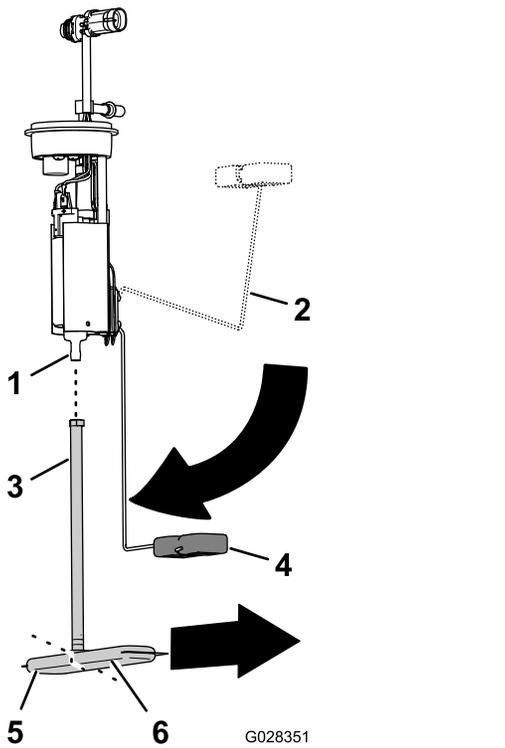

Bild 83
1. Entfernen Sie das Aufnahmerohr des Kraftstofffilters aus dem Anschlussstück der Kraftstoffpumpe (Bild 83).
2. Richten das Aufnahmerohr des neuen Kraftstofffilters am Anschlussstück der Kraftstoffpumpe aus (Bild 83).
3. Richten Sie das lange Teilstück des Kraftstofffilters mit dem Schwimmer aus, wenn sich der Schwimmerarm in der Stellung des leeren Kraftstofftanks befindet (Bild 83).
4. Schieben Sie das Anschlussstück der Kraftstoffpumpe in das Aufnahmerohr, bis das Anschlussstück vollständig sitzt (Bild 83).
2. Setzen Sie die Kraftstoffpumpe/Zuführeinheit in die Öffnung im Tank (Bild 82 und Bild 83).